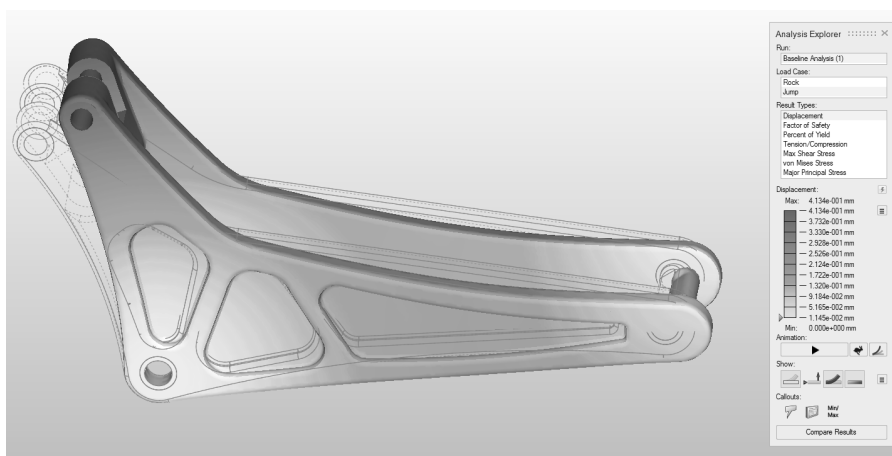

图 8-16
3) 单击显示/隐藏变形状态图标 ，显示模型的变形状态，再次单击该按钮将其隐藏，如图 8-16 所示。